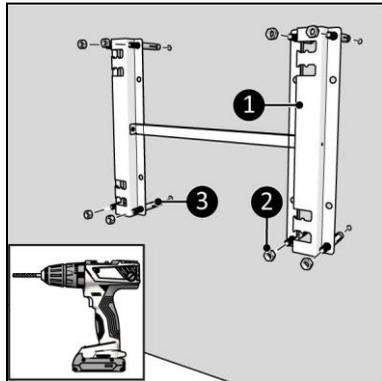

Abbildung 10
1. Platzieren Sie die Halterung mit den Halterungsöffnungen nach links an die Wand und markieren Sie die acht Löcher (Abbildung 10).
3. Setzen Sie die Ankerschrauben ein (Abbildung 10, Pos. 3).
4. Befestigen Sie die Wandhalterung (Abbildung 10, Pos. 1) mit den acht Muttern (Abbildung 10, Pos. 2) an der Wand.